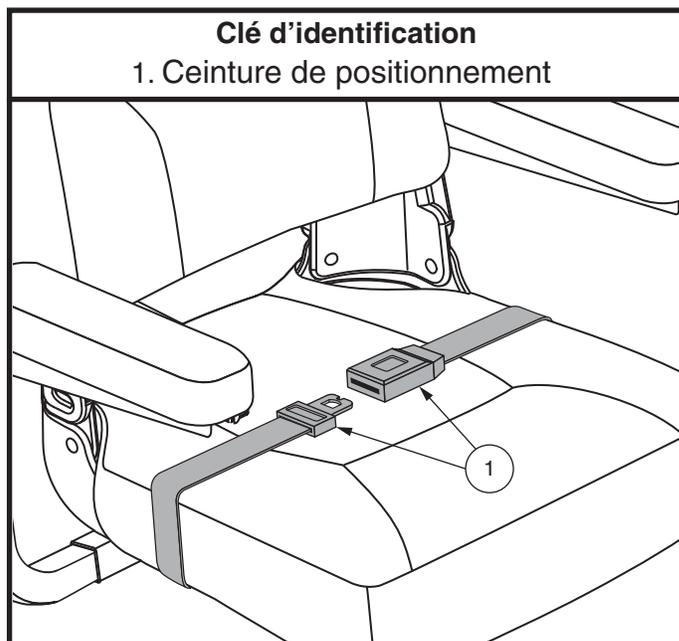

Figure 13. Ceinture de positionnement
Votre Go-Chair peut être équipé d'une ceinture de positionnement réglable pour un meilleur confort. **Voir la figure 13.** La ceinture de positionnement, réglable, a été conçue pour soutenir et empêcher tout glissement vers le bas ou vers l'avant une fois assis. La ceinture de positionnement n'a pas été conçue pour être utilisée comme ceinture de sécurité
1. Prenez place sur le siège, insérez la patte métallique d'un côté dans le boîtier de la boucle du côté opposé jusqu'à ce que le «clic» se fasse entendre. **Voir la figure 13.**